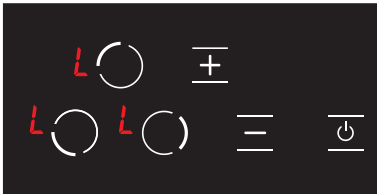

Abbildung 21
1. Wenn der Herd eingeschaltet und die Tastensperre aktiv ist, erscheint das Symbol  auf dem gesamten Bildschirm. (siehe Abb. 21) Wenn eine heiße Kochplatte vorhanden ist, werden die Symbole  und  abwechselnd auf dem Bildschirm angezeigt. Nur mit der  Taste kann der Herd ein- und ausgeschaltet werden.